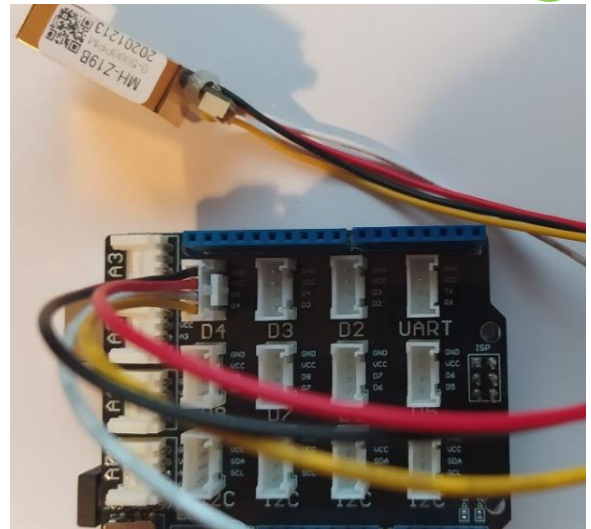

Abbildung 7 Arduino mit Shield und CO₂-Sensor in Port D4
- Dann wird der Sensor in den Port D4 am Shield eingesteckt (vgl. Abb. 7).